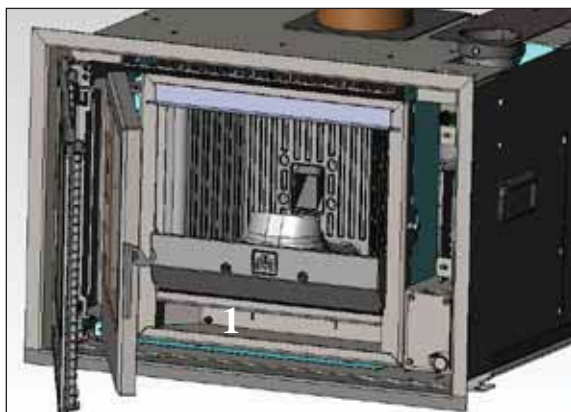

Abb. 1
- Den Feuerraum und das Fach unter dem Feuerraum reinigen (1) (Abb. 1).